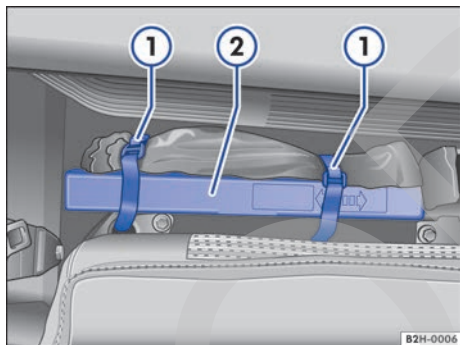

Fig. 167 Detrás del respaldo de la plaza trasera derecha: triángulo de preseñalización (2).
- Suelte los cierres de velcro → **fig. 167** (1) y extraiga el triángulo de preseñalización (2).